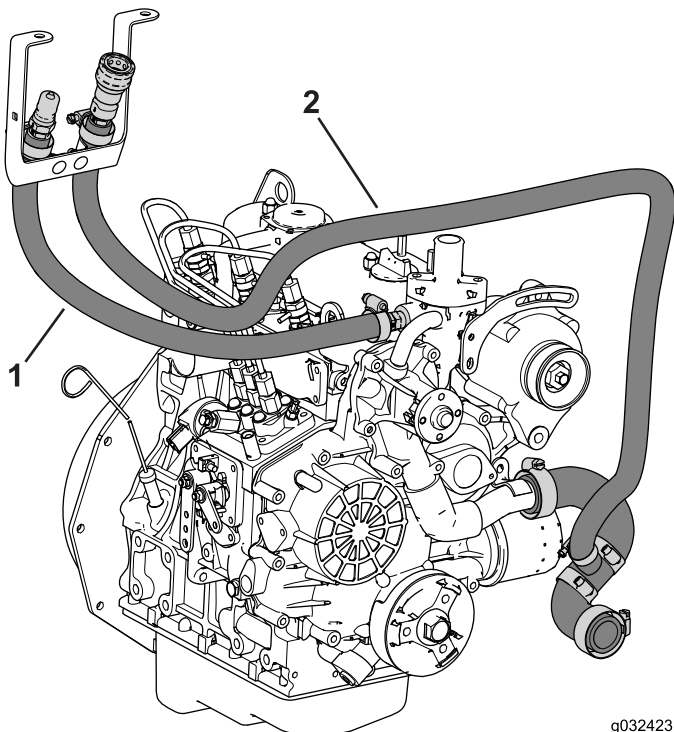

Bild 19
1. Verlegen Sie den Zulaufschlauch, wie in Bild 19 abgebildet.